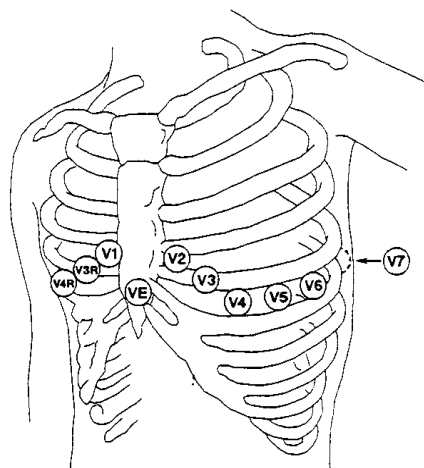

Figura 11-2 Posizionamento degli elettrodi per un set a 5 derivazioni.
- Elettrodo Rosso (R) - Da posizionare vicino alla spalla destra, direttamente sotto la clavicola.
- Elettrodo Giallo (L) - Da posizionare vicino alla spalla sinistra, direttamente sotto la clavicola.
- Elettrodo Nero (N) - Da posizionare sull'ipogastrio destro.
- Elettrodo Verde (F) - Da posizionare sull'ipogastrio sinistro.
- Elettrodo Bianco (C) - Da posizionare sul torace, come illustrato nella Figura 11-2